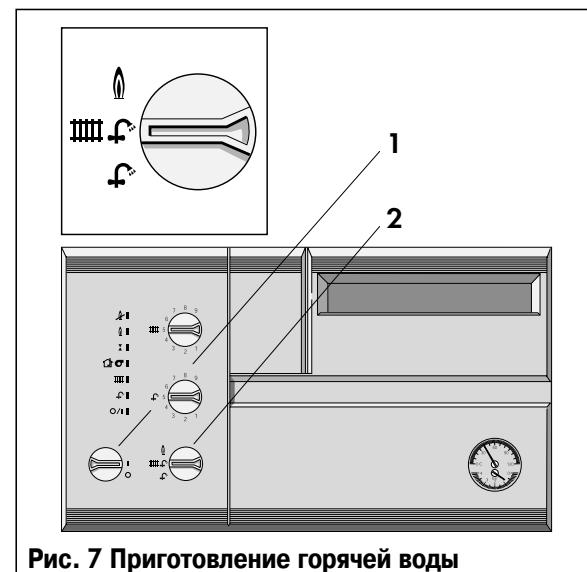

Рис. 7 Приготовление горячей воды
- Для включения аппарата VUW в режиме приготовления горячей воды просто поверните главный выключатель (1, рис. 7) в положение ─ “Включено”. При этом загорится нижний зеленый СДИ “Сеть” (подробнее о световой индикации см. на стр. 22).
После этого аппарат будет находиться в режиме готовности к приготовлению горячей воды в любом положении переключателя режимов работы (2, рис. 7).